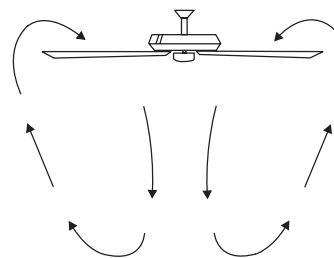

Fig. 29
**Fonctionnement par temps chaud :** Avant (sens anti-horaire). Un flux d'air descendant crée un effet de refroidissement (Fig. 29). Cela vous permet de régler votre climatiseur sur un réglage plus chaud sans affecter votre confort général.